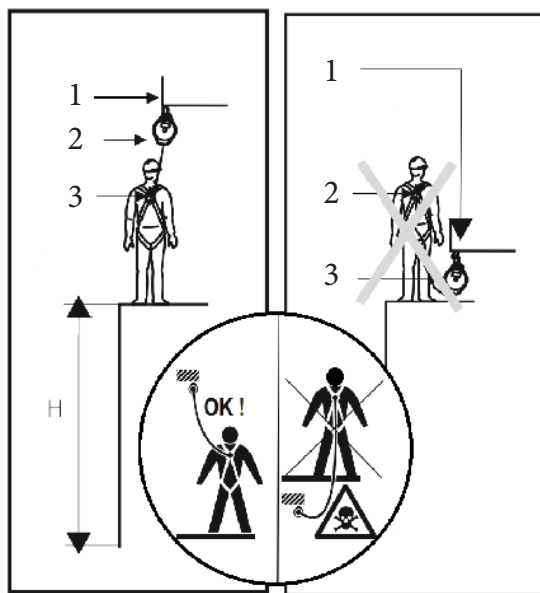

Fig. 6
11. ¡Compruebe el espacio libre bajo el usuario!: La distancia libre H (Fig.6) entre el nivel de trabajo y el nivel del suelo (u otro obstáculo) debe determinarse para todo el sistema de protección en función del equipo utilizado (anticaídas o elemento de amarre). La distancia libre es la suma de las distancias de cada dispositivo. (1.Punto de anclaje; 2.Posición del dispositivo anticaídas; 3.Nivel de un punto de enganche del arnés).